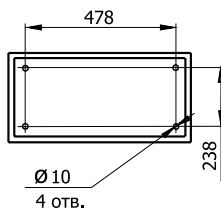

Рисунок 6
5.2 Монтаж приставного шкафа к полу осуществляется через отверстия в основании подставки 2 (см. рисунок 6)